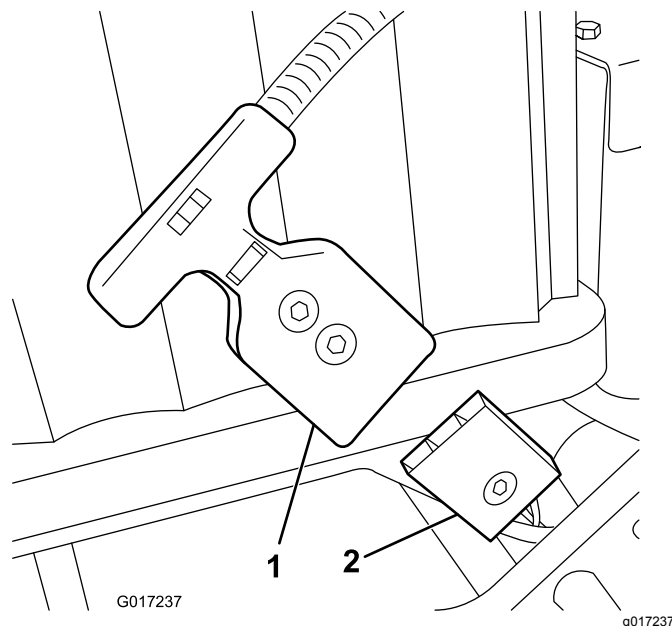

図 16
注 バッテリーパックを取り付けたままの状態ではバッテリーパックのソケットとマシンのワイヤハーネスを接続できない場合には、先にハーネスの接続を行い、それからバッテリーパックを取り付けるようにしてください。バッテリーのベースから主電源コンネクタ 図 16 を外す。説明にしたがってバッテリーにコンネクタを取り付ける。バッテリーをベース
16. メインのワイヤハーネスからのT字コネクタを、バッテリーのベース部にある主電源コネクタに接続する図16。